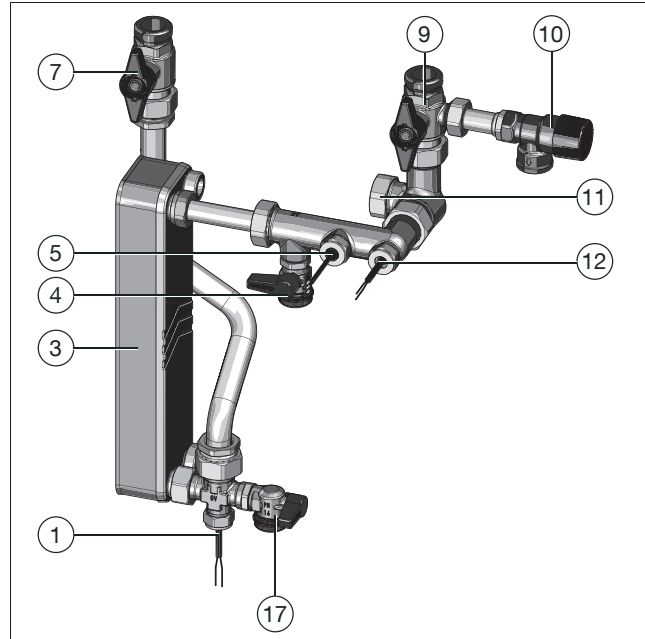

Abb. 30: Trinkwasserkreis
2. Schließen Sie langsam den Absperrkugelhahn Trinkwasser warm (siehe Position (7) in Abb. 30 und in Abb. 1 auf Seite 10).
3. Schließen Sie langsam den Absperrkugelhahn Trinkwasser kalt (siehe Position (9) in Abb. 30 und in Abb. 1 auf Seite 10).
4. Schrauben Sie die Verschlusskappe des unteren KFE-Kugelhahns ab (Position (17) in Abb. 30 und in Abb. 1 auf Seite 10).
5. Schließen Sie den Ablassschlauch für Trinkwasser an den unteren KFE-Kugelhahn an (Position (17) in Abb. 30 und in Abb. 1 auf Seite 10).
6. Öffnen Sie den unteren KFE-Kugelhahn Trinkwasser kalt (siehe Position 17 in Abb. 30 und in Abb. 1 auf Seite 10).
17. Schließen Sie den unteren KFE-Kugelhahn Trinkwasser kalt (siehe Position 17 in Abb. 30 und in Abb. 1 auf Seite 10).
5. Schließen Sie den unteren KFE-Kugelhahn Trinkwasser kalt (siehe Position 17 in Abb. 30 und in Abb. 1 auf Seite 10).